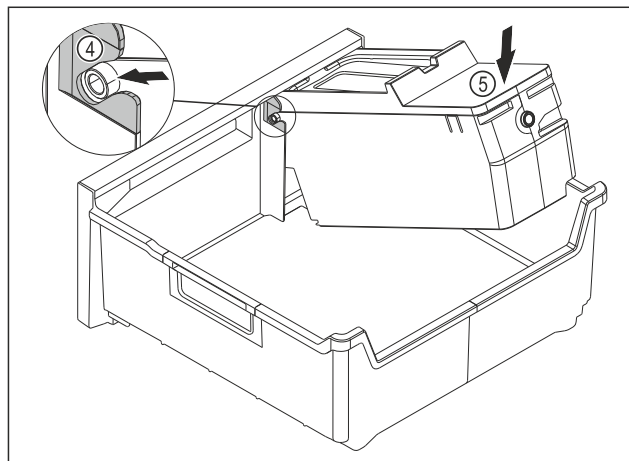

Fig. 169
- Monter le corps de l'EasyTwist-Ice : Insérer les axes du corps de l'EasyTwist-Ice dans les guides Fig. 169 (4).
- Appuyer l'arrière du corps de l'EasyTwist-Ice Fig. 169 (5) vers le bas.